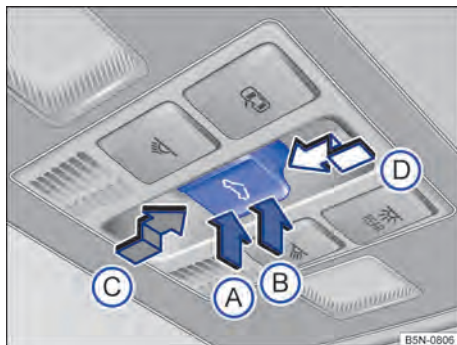

Fig. 77 No revestimento do teto: botão do teto de vidro.
O botão  → Fig. 77 é de dois níveis. No 1º nível o teto pode ser totalmente ou parcialmente levantado, aberto ou fechado.
- *Levantar o teto de vidro*: pressionar o botão na região traseira → Fig. 77  até o 1º nível. Curso automático: pressionar brevemente o botão na região traseira  até o 2º nível.
- *Teto de vidro*: dentro de aproximadamente 5 segundos após a liberação do limitador de força, pressionar o botão  → Fig. 77 até o 2º estágio na direção da seta ⓘ, até que o teto de vidro esteja totalmente fechado.